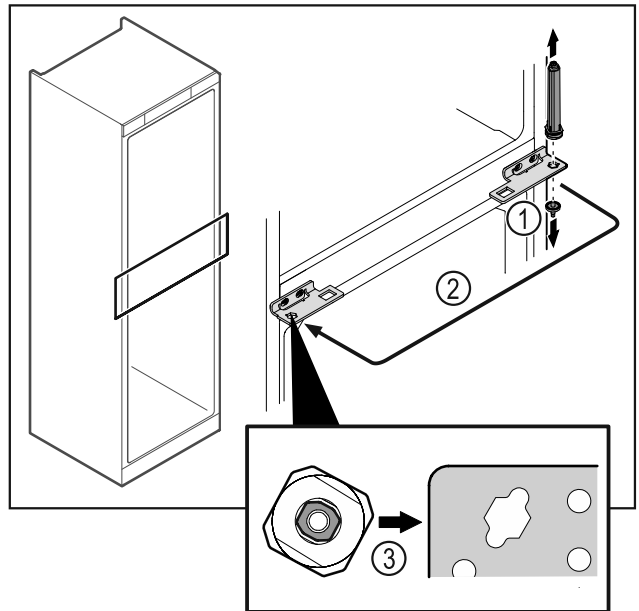

Fig. 41
- Dévisser l'axe de la charnière Fig. 41 (1).
- Changer le système de fermeture de la porte Fig. 41 (2) de côté.
- Lors de la mise en place, veiller à l'orientation correcte du système de fermeture de la porte Fig. 41 (3).